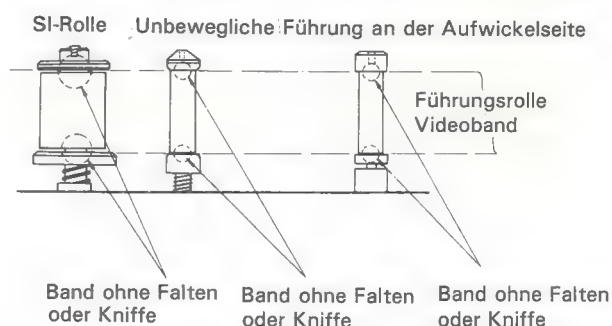

Abbildung 21
Überprüfen Sie, ob der Rand des Videobandes während des Bandtransports nicht eingefaltet oder geknittert ist, wie in Abbildung 21 gezeigt.
2. Nach vollständiger Einstellung immer auch den Bandtransport einstellen sowie die Führungsrollen T und S justieren, bevor Sie die Überprüfungen in Abbildung 21 vornehmen.
4. Ein grobes Einstellband abspielen und die Höhe der Führungsrollen mit einem gewöhnlichen Schraubenzieher (einem Schraubenzieher für die Höheneinstellung der Führungsrollen) grob einstellen. Den unteren Rand des Bandes mit der Führung des Kopfes ausrichten (siehe Abbildung 21).
5. Ein gewöhnliches Band abspielen und die Höhe der Führungsrollen fein einstellen, sodaß die Hüllkurve flach ist und nicht übermäßig ungünstig beeinflußt wird, auch wenn die Spurlagenreglerknöpfe gedreht werden (siehe Abbildung 21.)